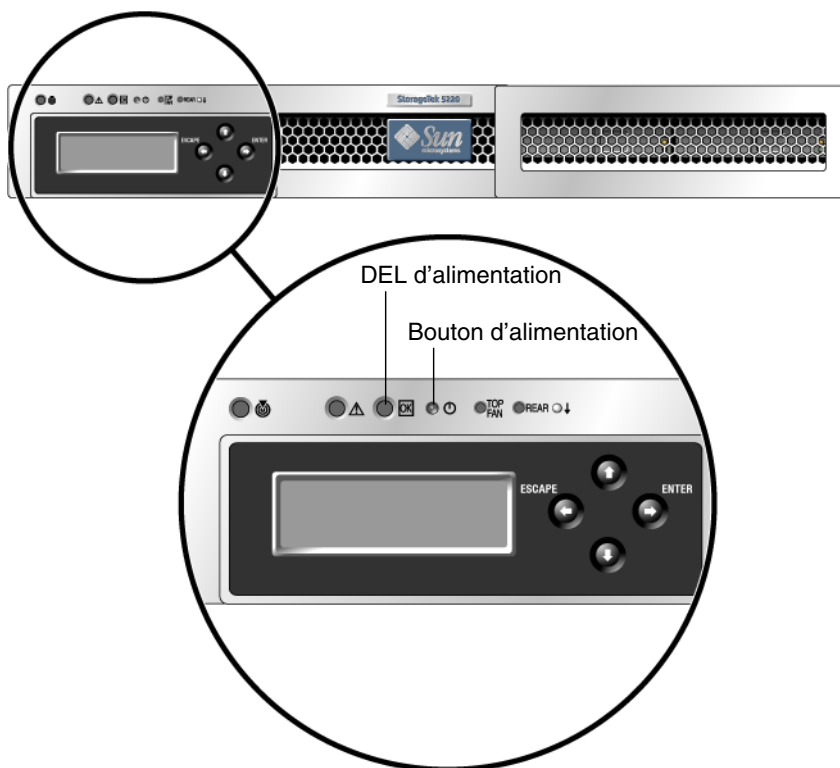

FIGURE 3-8 Bouton d'alimentation et panneau avant
5. À l'aide de la pointe d'un stylo ou d'un outil similaire, appuyez sur le bouton d'alimentation du panneau avant de l'appareil, comme illustré à la FIGURE 3-8.
9. Mettez l'appareil sous tension en appuyant sur le bouton d'alimentation en creux situé sur le panneau avant. À l'aide de la pointe d'un stylo ou d'un outil similaire, appuyez sur le bouton d'alimentation du panneau avant de l'appareil, comme illustré à la FIGURE 3-8.
7. Mettez l'appareil sous tension en appuyant sur le bouton d'alimentation en creux situé sur le panneau avant. À l'aide de la pointe d'un stylo ou d'un outil similaire, appuyez sur le bouton d'alimentation du panneau avant de l'appareil, comme illustré à la FIGURE 3-8.